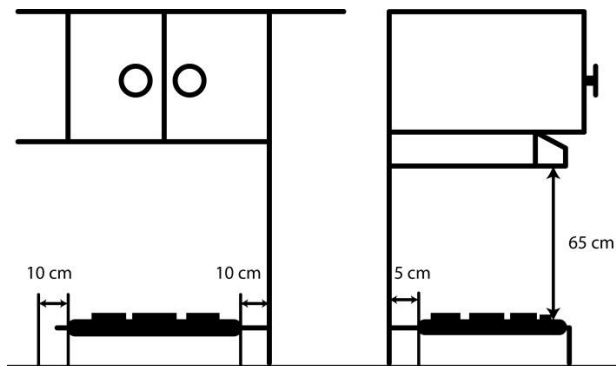

Figura 5
- Los cables terminales para alimentación de la encimera deben ir conectados como se indica en la Figura 5.